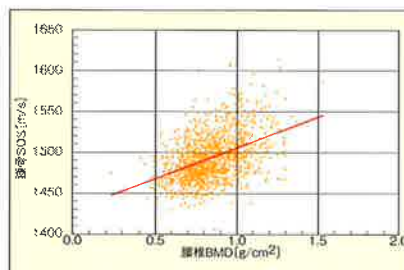
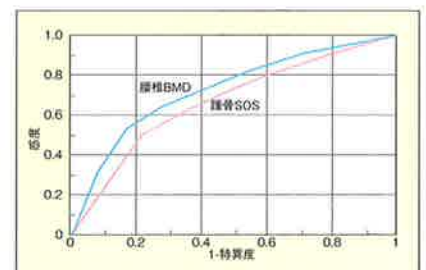

図3 踵骨SOSと腰椎BMDとの相関 $R^2=0.2$ 、 $P<0.001$ の弱い相関を示した。
図4 踵骨SOSと腰椎BMDの椎体骨折診断におけるROC解析曲線下面積(Area under the curve:AUC)は、腰椎BMDが0.729、踵骨SOSが0.672であり、両者間には有意差を認めなかった。
- SOSはDXAによる腰椎骨密度を予測するものではありません(図3)。一方、SOSが椎体骨折のリスクを予測する能力は腰椎BMDと同等です(図4)。